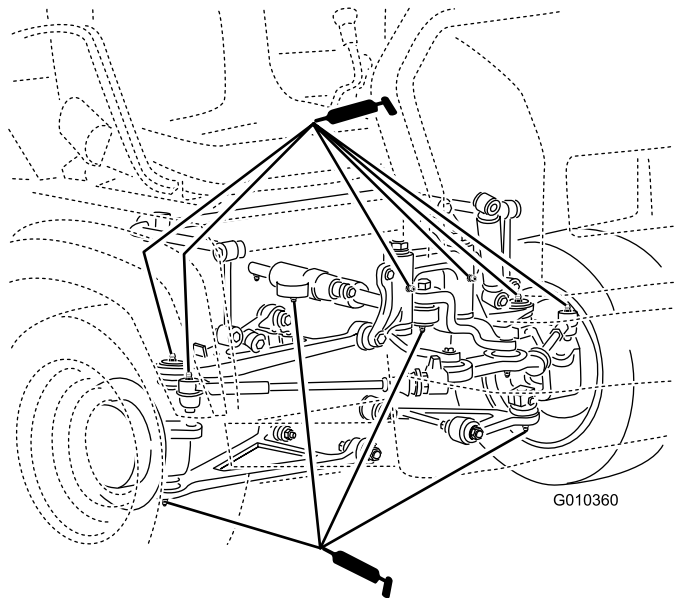

Bild 29
- Kugelgelenke(4); siehe Bild 29
- Spurstangen (2); siehe Bild 29
- Schwenkhalterungen (2); siehe Bild 29
- Lenkzylinder (2); siehe Bild 29